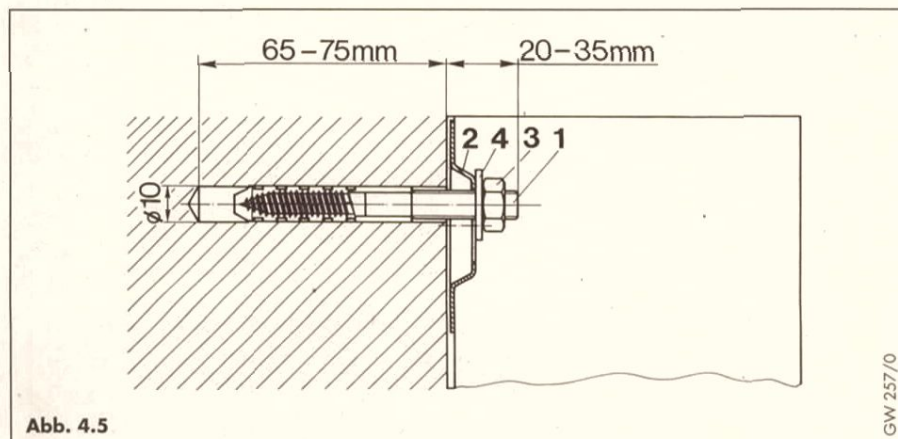

Abb. 4.5
4.2.3 Aufhängung mit Stockschraben (Empfohlen bei unebenen Wänden, siehe Abb. 4.5)
- Stockschraben (1) gemäß Abb. 4.5 befestigen.
- Gerät mit rückseitiger Quertraverse (2) auf die Stockschraben aufhängen und mit Muttern und U-Scheiben befestigen.
Legende zu Abb. 4.5